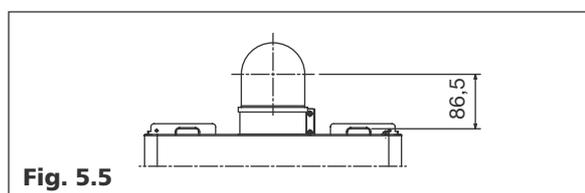

Fig. 5.5
**Kit curva coassiale ribassata (Fig. 5.5)**